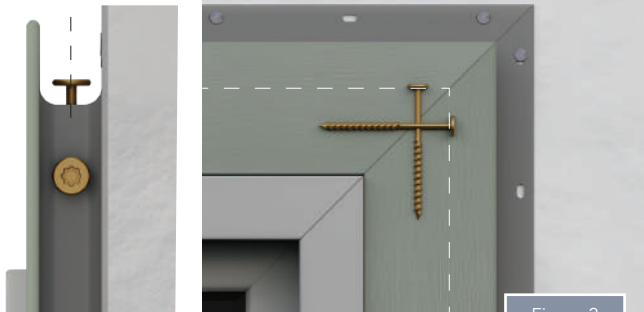

Figura 2
- Para unir los extremos de los ingletes, asegure mecánicamente las juntas uniéndolas a través del bolsillo en el inglete, asegurándose de que el sujetador sea lo suficientemente largo para penetrar la junta adyacente, pero no atravesarla. Además de fijar mecánicamente la junta a inglete, también puede utilizar un adhesivo de PVC junto con los sujetadores, para fortalecer la junta a inglete. Asegúrese de limpiar la superficie que está adhiriendo con alcohol y no permita que el adhesivo entre en contacto con la superficie expuesta (Figura 2).
Fije mecánicamente las juntas horizontales y verticales entre sí. Consulte la Figura 2